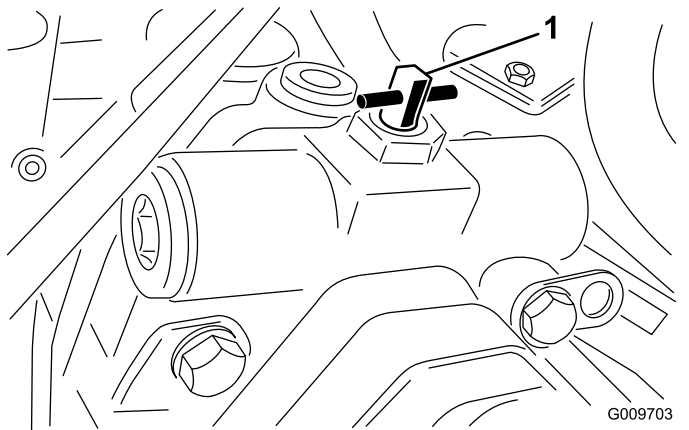

図 41
3. バイパスバルブを右または左に90°回転4分の1回転させるとバルブが開いて内部でバイパスが形成される 図 41。
2. バイパスバルブを右または左に90°回転¼分の1回転させるとバルブが開いて内部でバイパスが形成される 図 41。